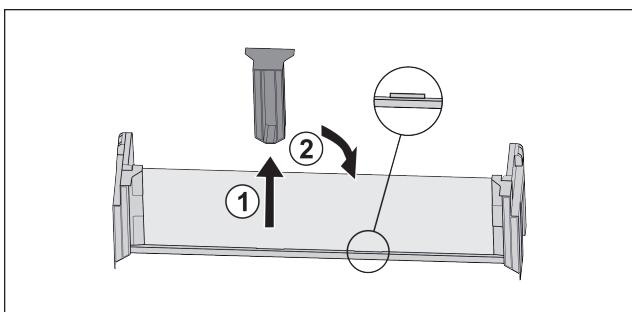

Fig. 90
- Витягнути середню деталь для підтримки Fig. 90 (1).
- Вставити середню деталь для підтримки на друге положення Fig. 90 (2).